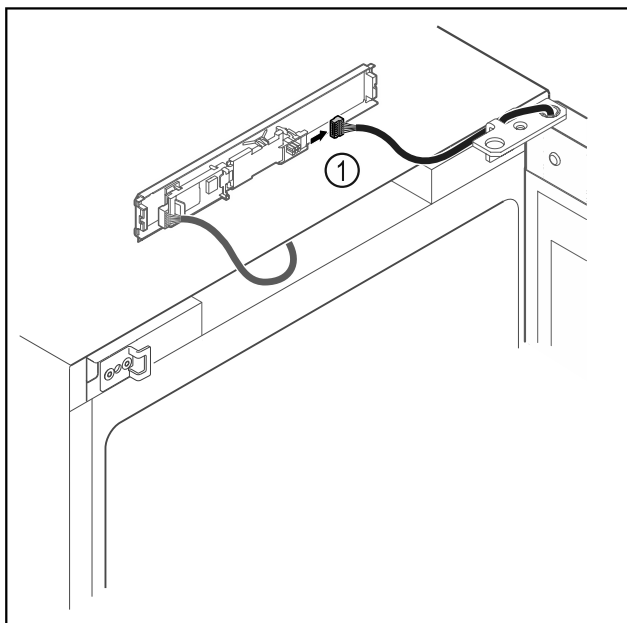

Fig. 19
- Stecker Fig. 19 (1) von Platine abstecken.